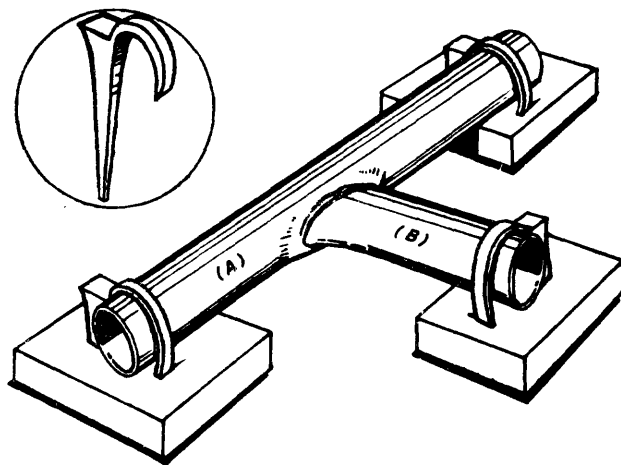

Fig. 15
- 3) La punta de "B" no debe estrangular el diámetro interno del tubo "A" (fig. 15).